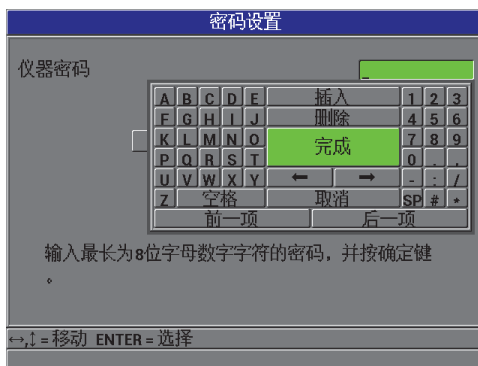

图 5-10 密码设置屏幕
2. 在**密码设置**屏幕中（参见第 90 页的图 5-10），可在**仪器密码**栏区中，输入最多包含 8 个字母数字字符的密码。